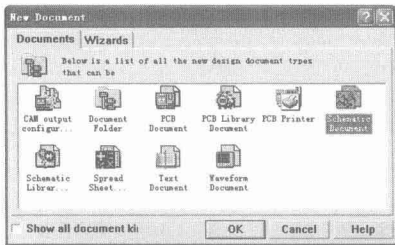

图 1-16 新建文件对话框
2. 执行菜单命令 **【File】 / 【New】**，打开 **【New Document】**（新建文件）对话框，如图 1-16 所示。